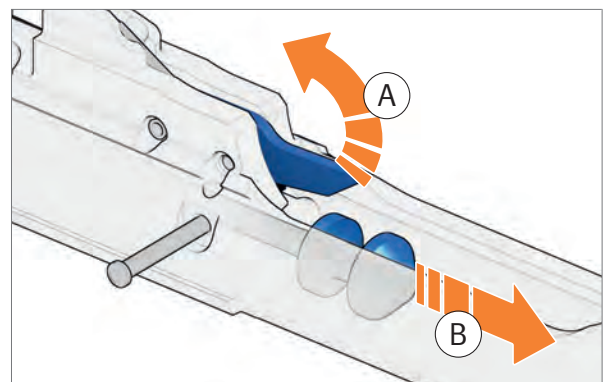

Abb. 98: Schlagbolzen und Druckfeder für Schlagbolzen entnehmen
5. Schlagbolzensicherung anheben (Abb. 98).
6. Schlagbolzen und Druckfeder für Schlagbolzen nach hinten aus dem Verschlussträger entnehmen (Abb. 98).